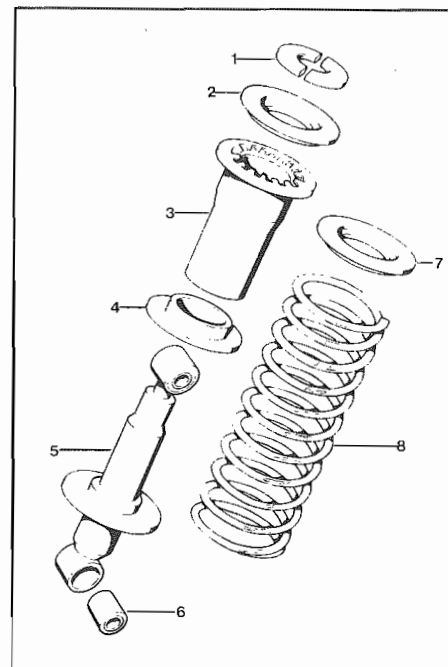

Fig. 12 - Ammortizzatore
- Fare riferimento all'esploso di **Fig. 12**.
- Refer to the exploded drawing, **Fig. 12**.